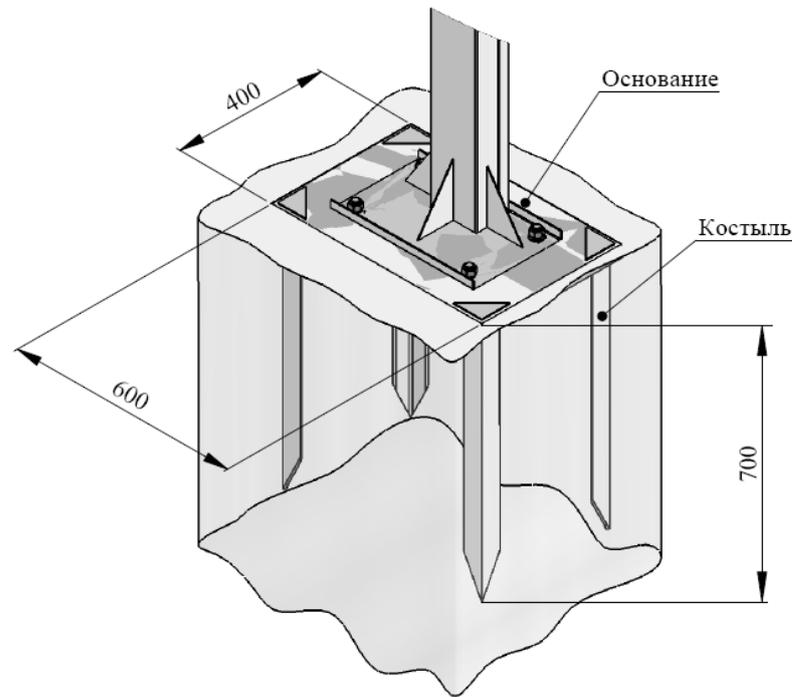

Рисунок 1 – Крепление стойки на опору СКПС
3.1.1 При установке стоек СКПС на твердых почвах (например, на обочине железнодорожного полотна) рекомендуется использование опоры СКПС ЕИУС.301314.014 (поставляется по отдельному заказу). Установку СКПС на эту опору необходимо выполнить в следующем порядке (см. рисунок 1):